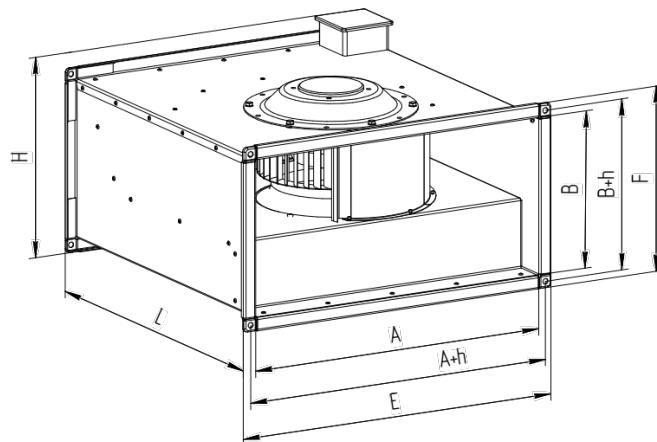

Рис. 1 - Вентилятор VKP.
2.1. Габаритные и присоединительные размеры приведены на рис.1 и в таблице 1.